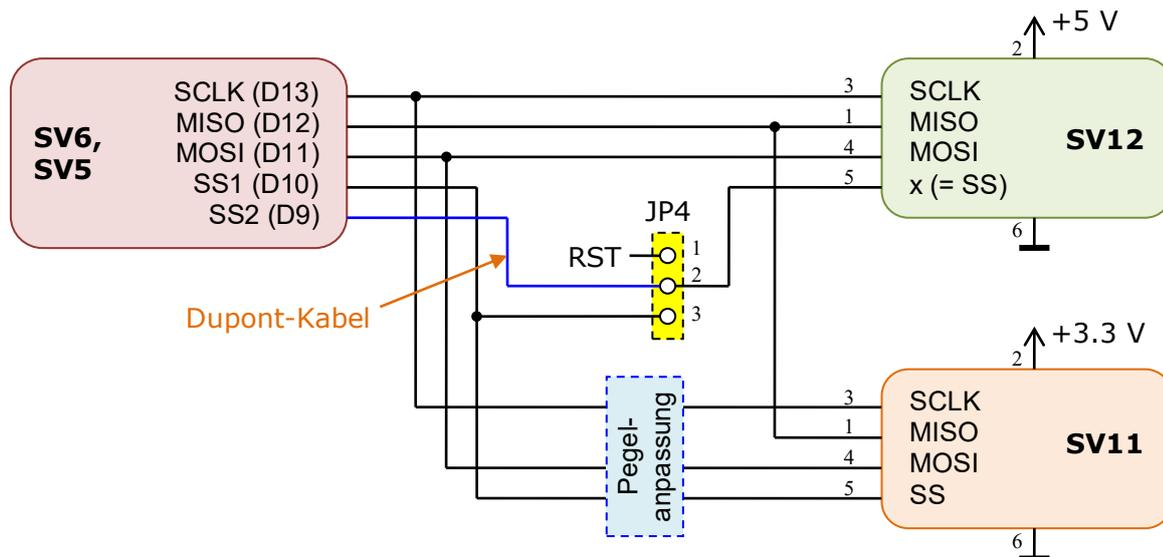

Abbildung 19: Gleichzeitige Verbindung zweier SPI-Module mit dem *MCCAB Trainingsboard*
Sollte der Bedarf bestehen, ein 3.3 V-Modul und ein 5 V-Modul gleichzeitig an das *MCCAB Trainingsboard NANO* anzuschließen, kann dies mit der in Abbildung 19 gezeigten Beschaltung realisiert werden. Die Pins 1 und 3 der Pfostenleiste JP4 sind dabei unbeschaltet, Pin 2 von JP4 ist über ein Dupont-Kabel mit einem der digitalen GPIOs D2 ... D9 auf der Anschlussleiste SV5 (Pfeil (3) in Abbildung 1) verbunden, wie in Abbildung 19 gezeigt. Dieser Ausgang des Mikrocontrollers ATmega328P erfüllt dann die Aufgabe eines zusätzlichen SS-Signals an Anschluss X (Pin 5) der Anschlussleiste SV12. Abbildung 19 zeigt die Vorgehensweise am Beispiel von D9 als zusätzlichem Anschluss SS2.
In diesem Fall dürfen beide SPI-Schnittstellen SV11 und SV12 gleichzeitig mit externen SPI-Slaves verbunden sein, denn sowohl SV11 als auch SV12 verwenden jetzt unterschiedliche SS-Leitungen: LOW-Pegel an GPIO D10 aktiviert das SPI-Modul an SV11 und LOW-Pegel an GPIO D9 aktiviert das SPI-Modul an SV12 (siehe Abbildung 19).
Der Mikrocontroller auf dem *MCCAB Trainingsboard* darf Daten – wie bei allen SPI-Bussen – **zur selben Zeit immer nur mit einem** über SV11 oder SV12 an den Bus angeschlossenes Modul austauschen. Wie man in Abbildung 19 sieht, sind die MISO-Leitungen beider Interfaces SV11 und SV12 zusammengeschlossen. Wären beide Interfaces gleichzeitig durch LOW-Pegel an ihrem SS-Anschluss aktiviert und würden Daten an den Mikrocontroller übertragen, wären Übertragungsfehler und Kurzschlüsse auf den SPI-Leitungen die Folge!